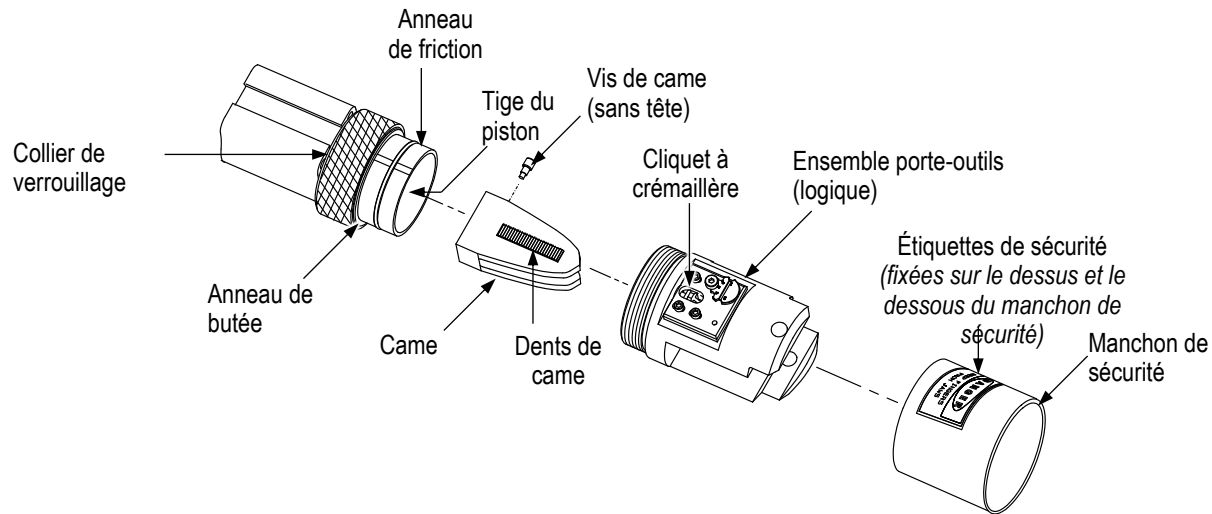

Figure 8
L'emballage de l'ensemble porte-outils comprend une bande d'étiquettes de sécurité adhésives, imprimées en différentes langues. Prenez l'étiquette qui convient et fixez-la sur le manchon de sécurité (fourni avec les ensembles porte-outils de petite et grande taille) comme le montre la Figure 8 ou directement sur l'adaptateur (qui ne nécessite pas le manchon de sécurité).
- Placez la came (avec la vis sans tête) sur la tige du piston comme illustré à la Figure 8. La came doit venir buter contre la face de la tige du piston. Si ce n'est pas le cas, tournez la vis de came sans tête *dans le sens inverse des aiguilles d'une montre* jusqu'à ce que la came s'adapte correctement à la tige du piston.